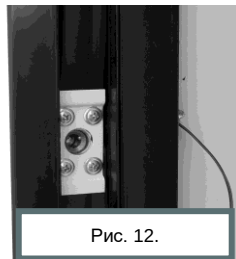

Рис. 12.
9. Приложить кронштейн Promix-AD.BR.07 крепления резинового уплотнителя и закрепить замок Promix-SM131.10 с кронштейном четырьмя саморезами 4x16 с пресс шайбой (см. рис. 12).